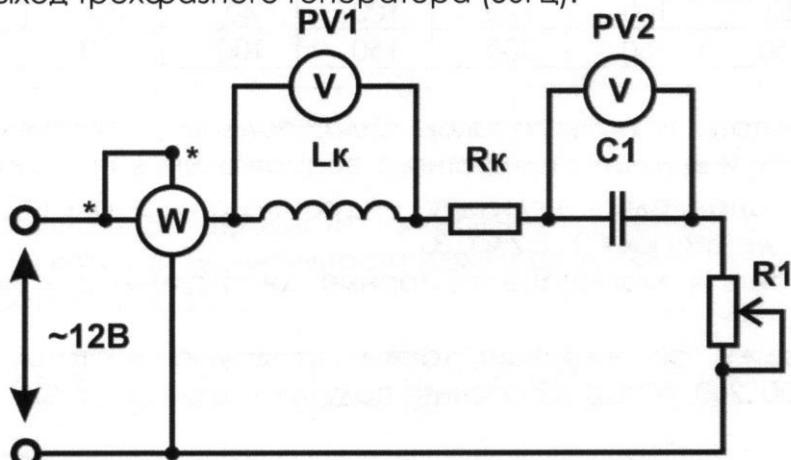

Рис. 3.1 Исследование электрической цепи переменного тока с последовательным соединением элементов.
3.1 Собрать электрическую цепь (рис. 3.1). Установить в соответствии с вариантом (табл. 3.1) значения сопротивления резистора R_1 и емкость конденсатора C_1 . В качестве L_k использовать индуктивность номиналом 28мГн блока «Нелинейные элементы». В качестве источника переменного тока используется выход трехфазного генератора (50Гц).